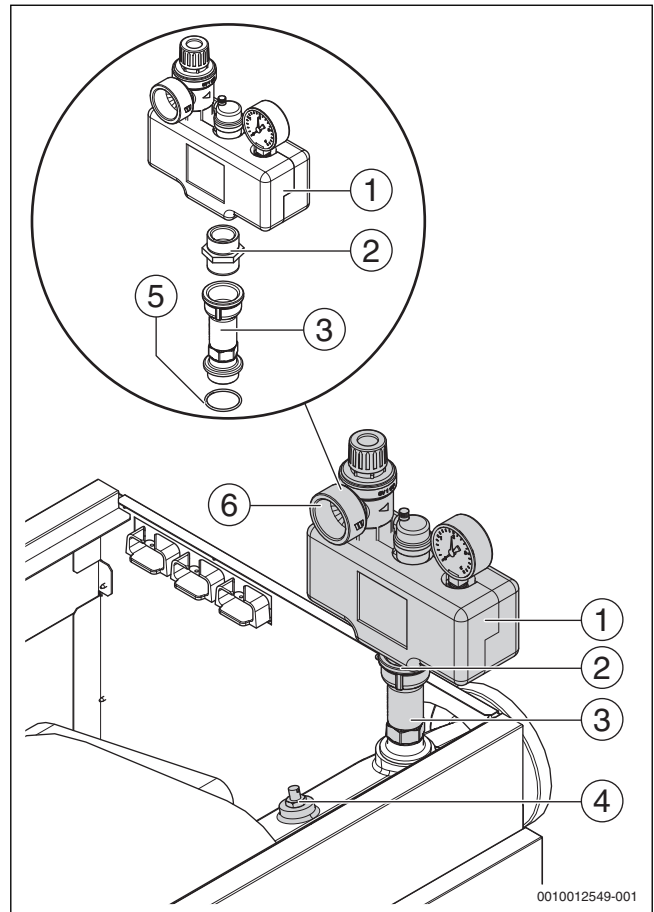

Рис. 17 Комплект безопасности 3 бар (показано правое исполнение котла)
- ▶ Установите предохранительный клапан на резьбовой штуцер подающей линии котла с подходящим герметиком или с прилагаемыми уплотнениями (→ рис. 17).